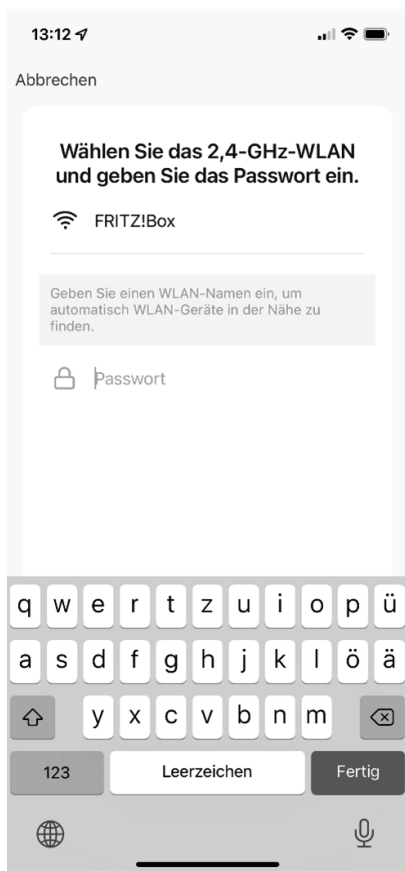

Fig. 3
- ▶ Dans l'étape suivante, entrez le mot de passe de votre réseau Wi-Fi (voir fig. 3) et appuyez ensuite sur **WEITER**.